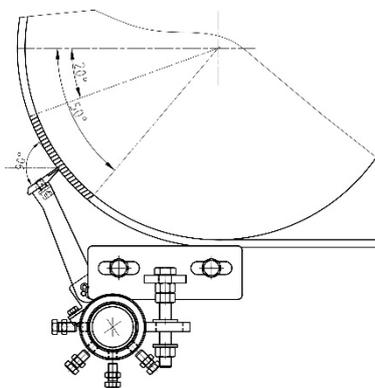

Рис. 3
3. Системную несущую трубу разместить в месте установки. Подвести твердосплавные сегменты к отведенной ранее на барабане горизонтальной линии. Расположить скребок так, чтобы твердосплавный сегмент образовал с касательной барабана угол 90° **рис. 3**. В таком положении под системной трубой временно приварить к стенкам бункера уголок **Е** **рис. 7**.
9. Подвести скребок к барабану, чтобы лезвия скребка прижались к конвейерной ленте **рис. 3**. В этом положении зажать болты **поз. 12**.